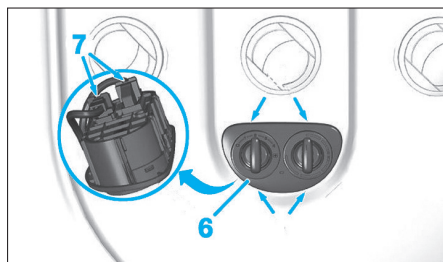

Fig. 47
- Dégrafer le boîtier de commande de climatisation (6) arrière (Fig.47).
- Débrancher les connecteurs (7).